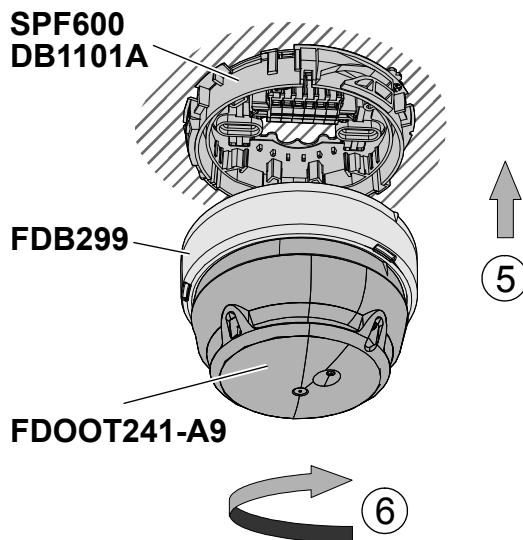

Fig.3
- Screw the new detector together with the base adapter until it snaps into place in the existing detector base (Fig. 3).
- Drehen Sie den neuen Melder zusammen mit dem Sockeladapter bis zur Einrastung in den bestehenden Meldersockel (Fig. 3).
- Vissez le nouveau détecteur avec l'adaptateur d'embase jusqu'à ce qu'il s'enclenche dans l'embase de détecteur présente (Fig. 3).
- Enrosque el detector nuevo, junto con el zócalo adaptador, en el zócalo del detector existente hasta que encaje (Fig. 3).
- Avvitare il nuovo rivelatore insieme all'adattatore per base nella base del rivelatore esistente fino all'incastro (Fig. 3).